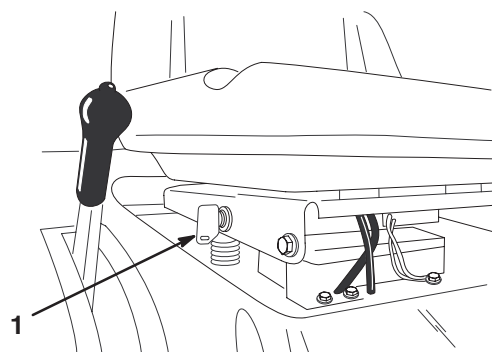

Figure 12
S'il est nécessaire d'utiliser la commande des lames (PdF) en marche arrière, désactivez ce dispositif de sécurité à l'aide du commutateur KeyChoice situé près du support du siège (Fig. 12).
2. Introduisez la clé dans le commutateur KeyChoice (Fig. 12).